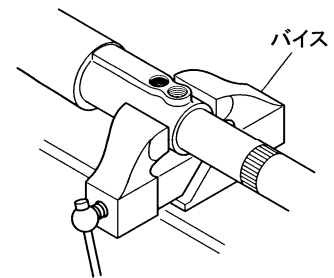

Fig.9
- 6) ポンプ本体部をバイスに固定してください。(Fig.9)